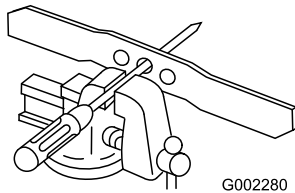

Figure 31
1. Vérifiez l'équilibre de la lame en enfilant le trou central sur un clou ou la tige d'un tournevis serré horizontalement dans un étau (Figure 31).